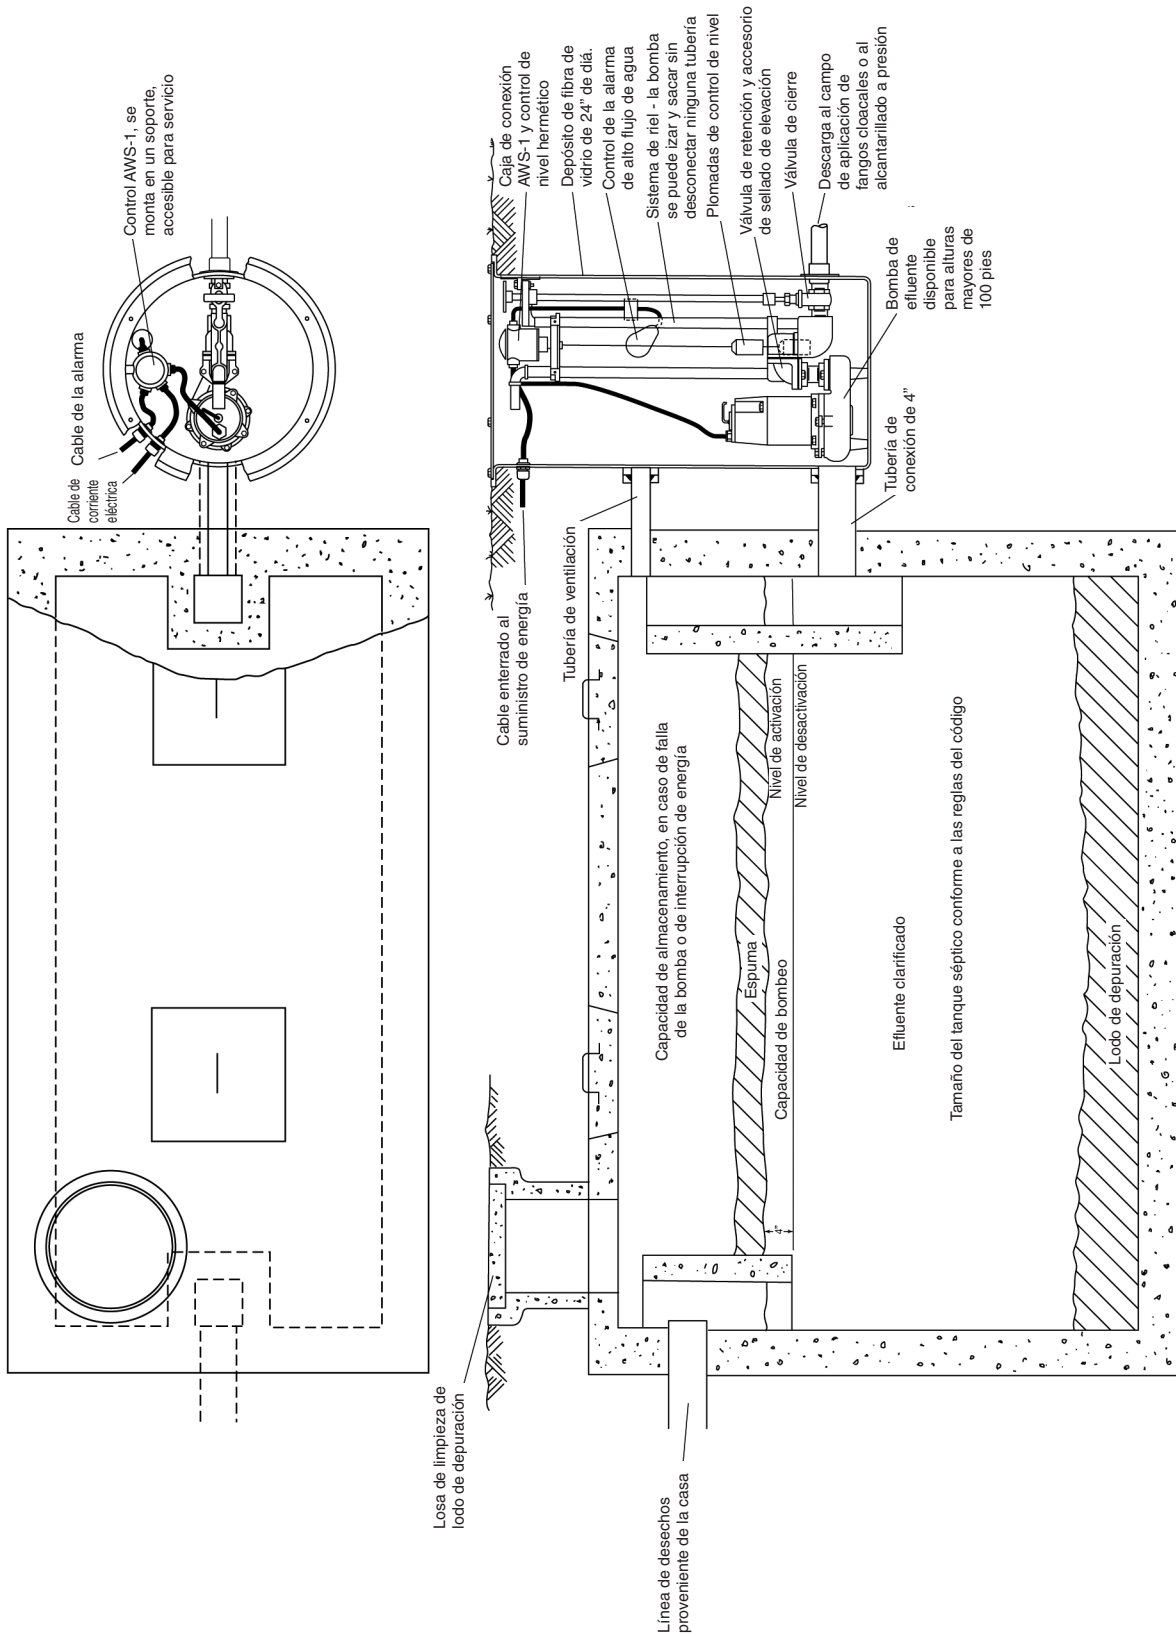

FIG. 6
**Fig. 6 Bomba instalada en un depósito de fibra de vidrio a la salida del tanque séptico, se usa cuando se bombea en un alcantarillado principal a presión o en un campo de aplicación de fangos cloacales**